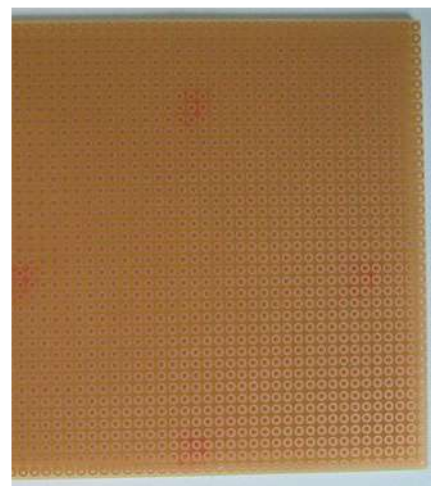

Bild 3: Eine Lochrasterplatine genügt für die meisten Aufbauten.
- Ein- oder zwei Universalleiterplatten für den Aufbau der Schaltungen, zum Beispiel eine sogenannte Lochrasterplatine (Bild 3). Nehmen Sie nach Möglichkeit eine solche Universalplatine ohne Verbindungen. Die wenigen Leiterbahnen sind mit Draht schnell manuell gelegt. Es dauert länger, unerwünschte Verbindungen „aufzukratzen“.